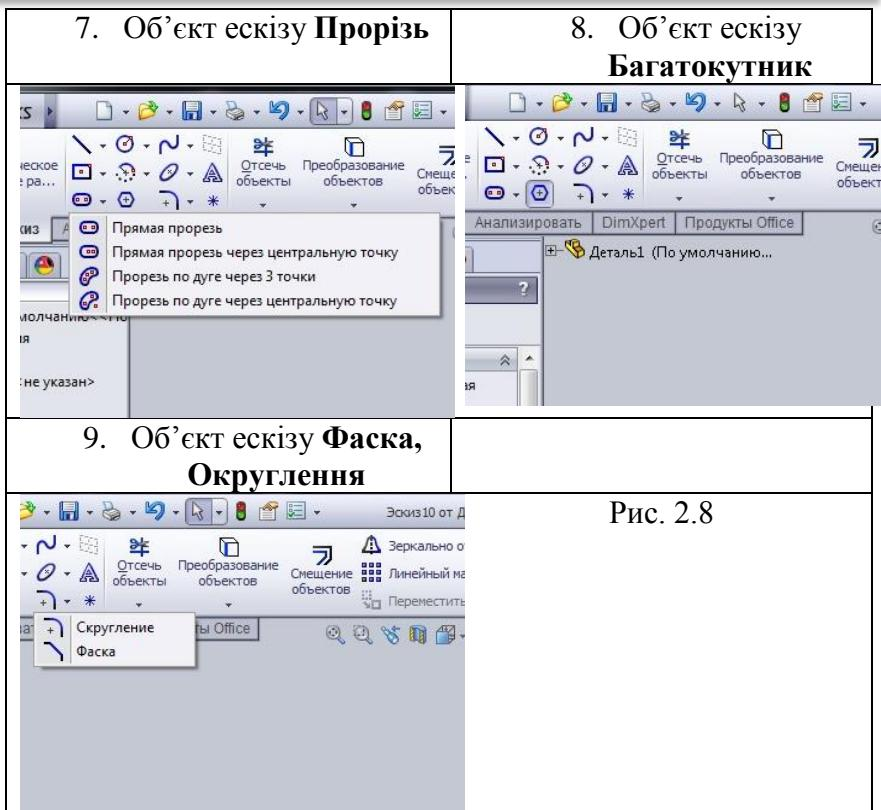

Рис. 2.8
**SolidWorks** пропонує чималу палітру інструментів **Ескізу**, за допомогою яких можна створювати двовимірні профілі. На рис. 2.8 наведені основні інструменти для створення ескізу.